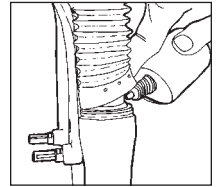

Fig. 5
1. Sortez les gaines de fourche des tubes inférieurs. Puis essuyez les surfaces externes, la zone du joint Resi-wiper et le tube supérieur. Appliquez 2 à 3 gouttes d'huile fortifiée au Téflon sur les tubes supérieurs, au niveau du Resi-wiper. Voir Fig. 5.